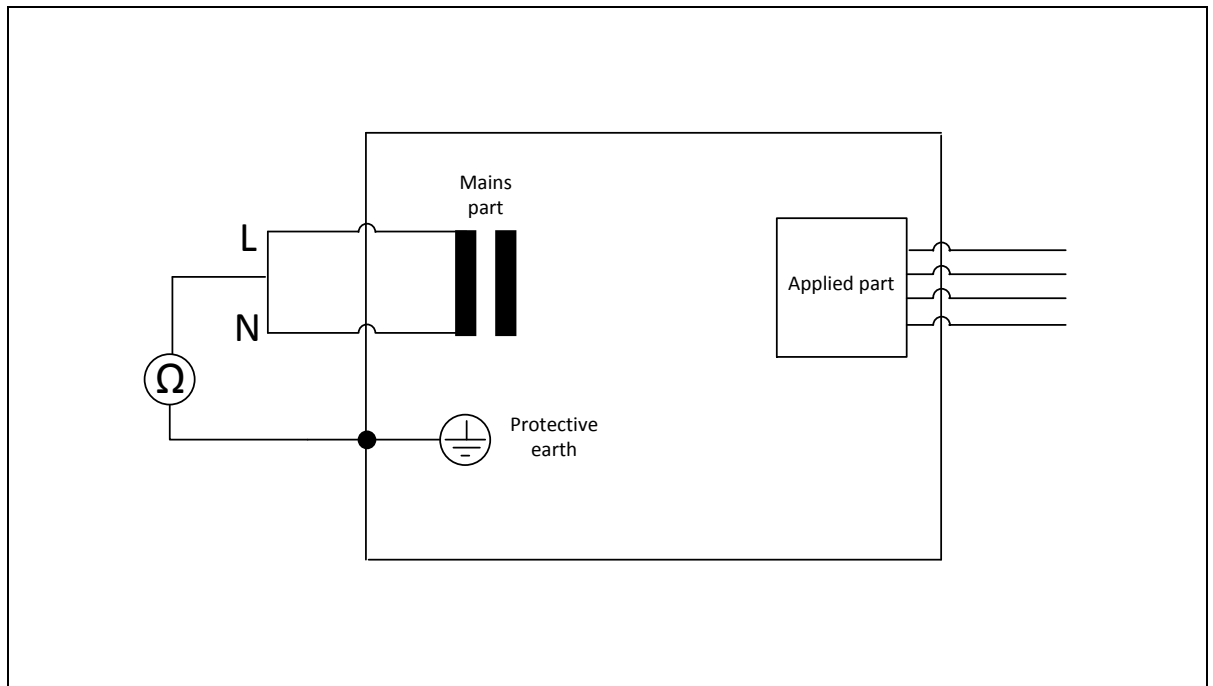

Figure 14 : Schéma de mesure de la résistance d'isolement entre les lignes principales et la terre de protection
- les lignes principales (connectées ensemble) et la terre de protection (Figure 14)